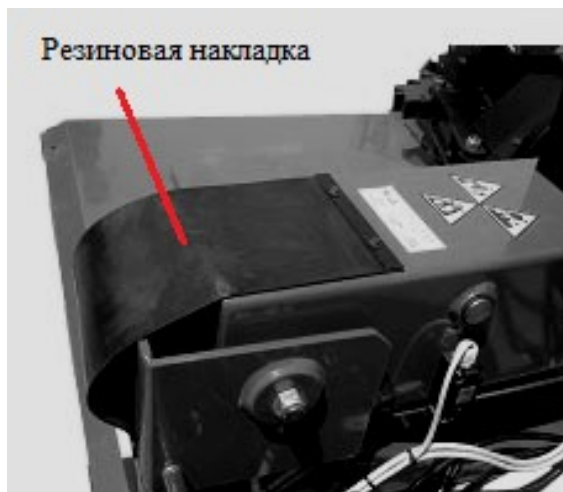

Рис. 22
2) Защитная резиновая накладка (рис. 22)